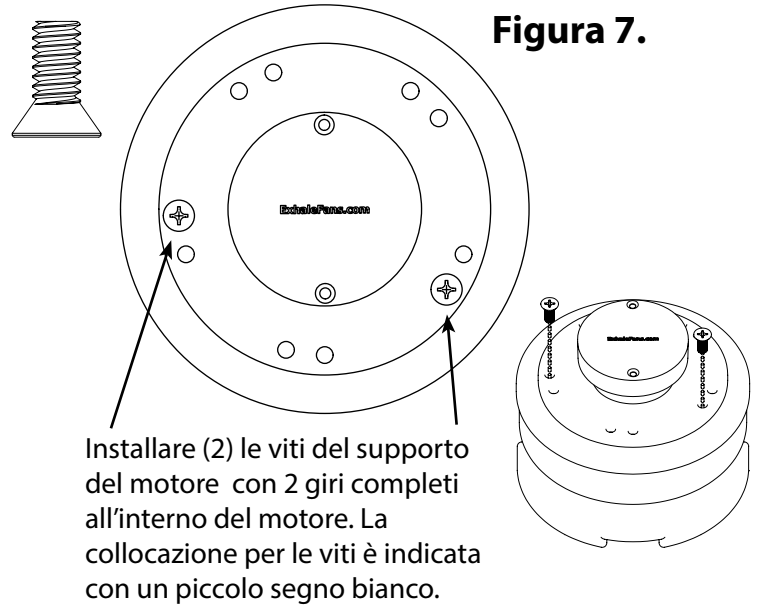

Figura 7.
- a. Inserisci solo (2) viti a testa piatta 1/4-20 per supporto motore (fornite con il prodotto) e avvitalo in modo che facciano due giri completi, come mostrato nella Figura 7.